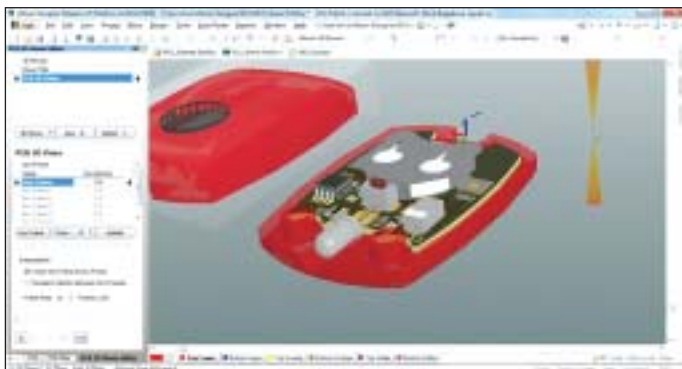

Рис. 102. Просмотр видеоролика
7. Созданный видеоролик можно просмотреть (рис. 102), нажав кнопку в нижнем левом углу панели.